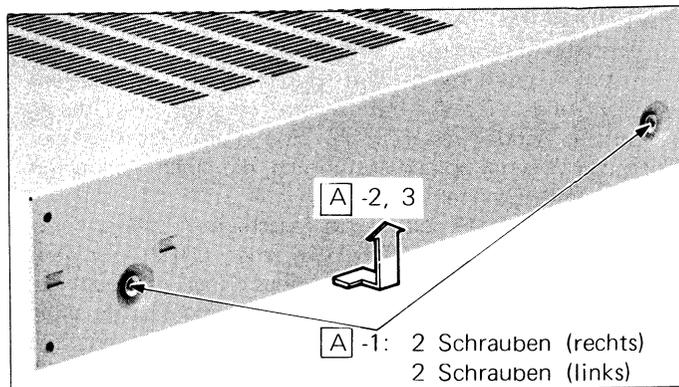

Abbildung 3-1
1. Die vier Schrauben entfernen, mit denen das rechts und links befestigt ist. (Siehe Abbildung 3-1.)
3. Kräftig gegen die Gehäuseunterseite drücken und das Gehäuse abheben. (Siehe Abbildung 3-1.)